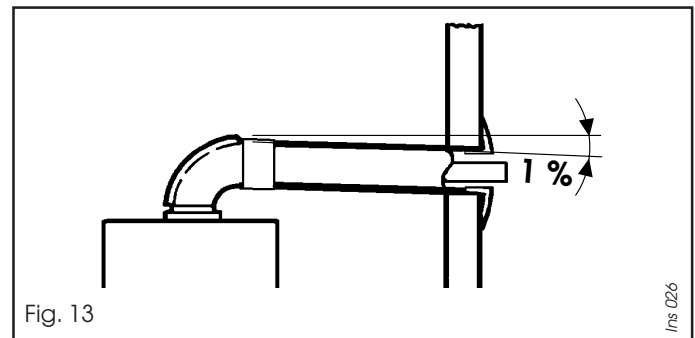

Fig. 13
- Concernant l'évacuation des gaz brûlés, les tuyaux de ventouse doivent avoir une pente d'environ 1% vers l'extérieur afin d'évacuer les éventuels condensats. (Fig. 13).